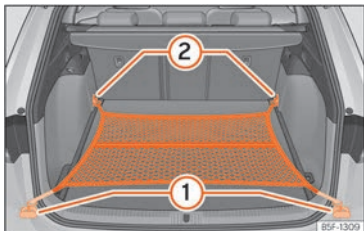

Abb. 132 Im Gepäckraum: flach eingehängtes Gepäckraumnetz.
- Hängen Sie die Haken in die Verzurrösen ① und ② » » Abb. 132 ein » » ⚠. Der Reißverschluss des Gepäckraumnetzes muss dabei nach oben zeigen.